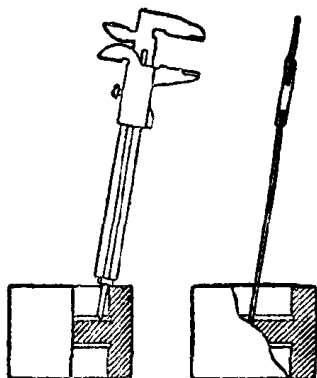

图19 错误的测量孔深的方法
(12) 在测量工件的孔深时，游标卡尺的测深杆要垂直，如果像图19那样歪斜地测量是错误的。